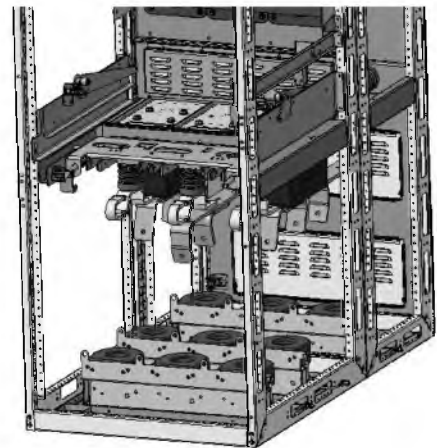

Рисунок 55 - Доступ к кабельной разделке через открытые двери отсеков линейного присоединения и выдвигного элемента при снятой горизонтальной панели
- через открытые двери отсека ВЭ и отсека линейного присоединения при снятой горизонтальной металлической перегородке, разделяющей отсеки (Рисунок 55).